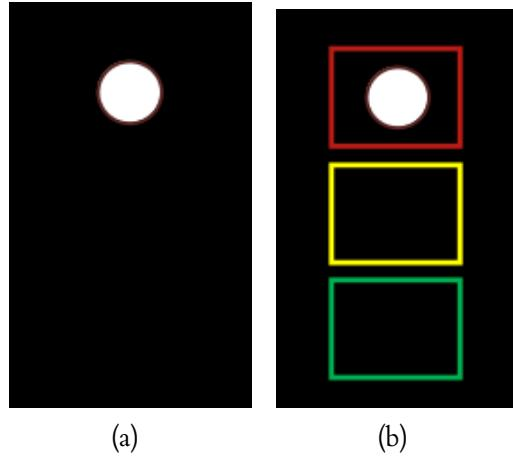

Figure 20: (a) 빨,노,초 색상 필터링 후 이미지를 흑백으로 변경. (b) 사전에 지정한 R,G,B 영역으로 디버깅 이미지 publishing.
- [fn_traffic_count_fixed_light] 함수에서 빨, 노, 초 색상을 필터링하고 원형 contour를 추출 함 (Figure 20(a)).
- [rqt]의 [image_view]를 통해 [/detect/traffic/compressed] topic을 확인하면 Figure 20(b)처럼 확인 가능.